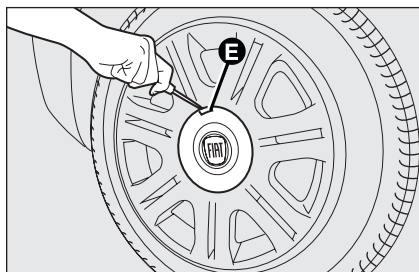

fig. 12
- ☐ pour les voitures équipées de jantes en alliage, déposer la coupelle enjoliveur à l'aide du tournevis fourni et faire levier dans la rainure prévue à cet effet **E-fig. 12**, comme d'après la figure ;